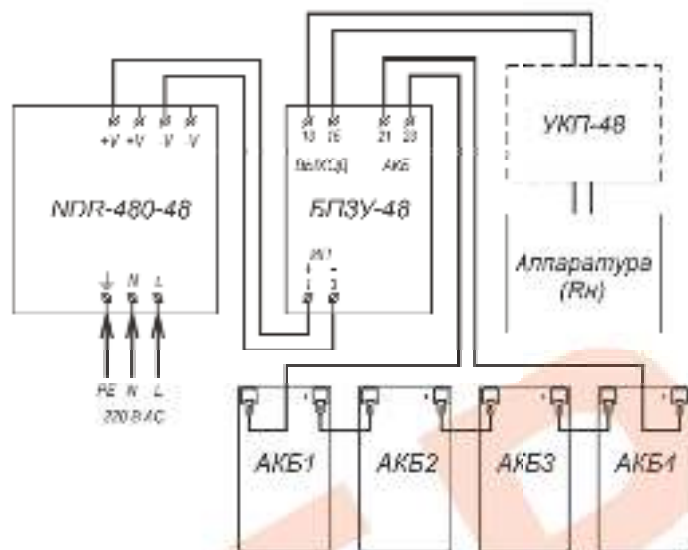
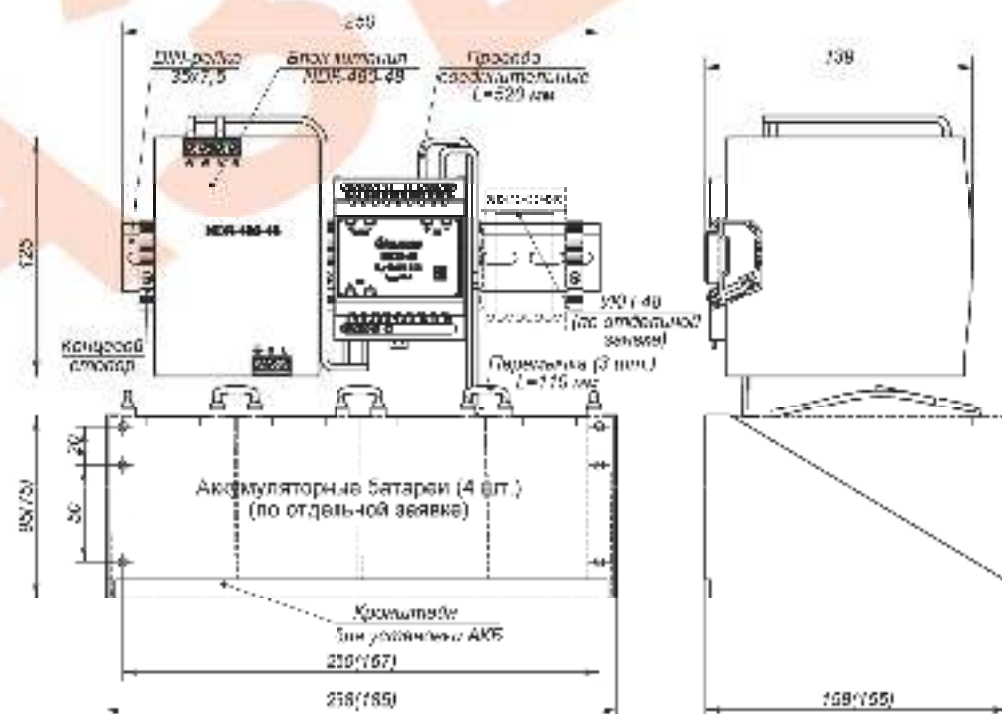

Рис.2 Схема электрическая принципиальная
Рис.1 Устройство, габаритные и установочные размеры (В скобках даны размеры на кронштейн для 4-х АКБ 2,2А·ч.)
Подключение цепей изделий производится в соответствии со схемой электрической принципиальной (рис.2). Для подключения необходимо:
2. Установить аккумуляторные батареи на кронштейн (см. рис.1) и подключить их проводами соединительными к контактам 21 (+) и 23 (-) БПЗУ-48, соблюдая полярность. Соединить аккумуляторы перемычками.
4. Подать трехпроводным кабелем напряжение питания 220В AC на соответствующие контакты блока питания, при этом фазный провод (L) соединить с контактом L, нулевой провод (N) с контактом N, а провод заземления соединить с контактом PE.
12. Габаритные размеры.....	см. рис.1
Устройство изделия приведено на рис.1, схема подключения на рис.2.